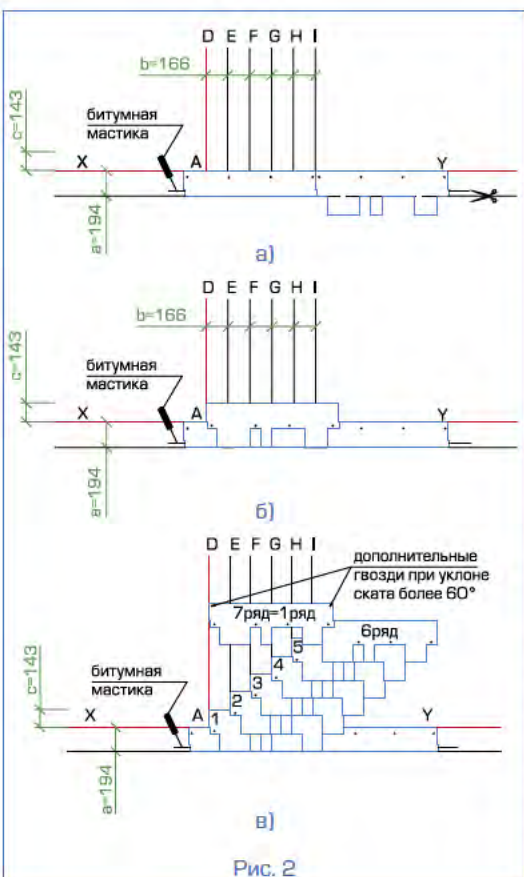

Рис. 2
Укладка материала (рис. 2)
- Начальный ряд формируется из листов черепицы АЛЬПИН с обрезанными лепестками. Полученные таким образом полосы шириной 19,4 см укладываются по линии карниза в обе стороны от линии I (рис. 2а) и фиксируются по нижнему краю битумной мастикой, а по верхней кромке 4 гвоздями (ось гвоздей на 5 см ниже верхнего края полосы);
- далее первый ряд черепицы укладывается от линии AD (рис. 2б);
- второй ряд укладывается от линии E (со смещением 16,6 см от AD) (рис. 2в);
Каждый лист черепицы АЛЬПИН крепится 4 гвоздями таким образом, чтобы гвоздь прошивал и верхний край низлежащего листа черепицы (рис. 2в).